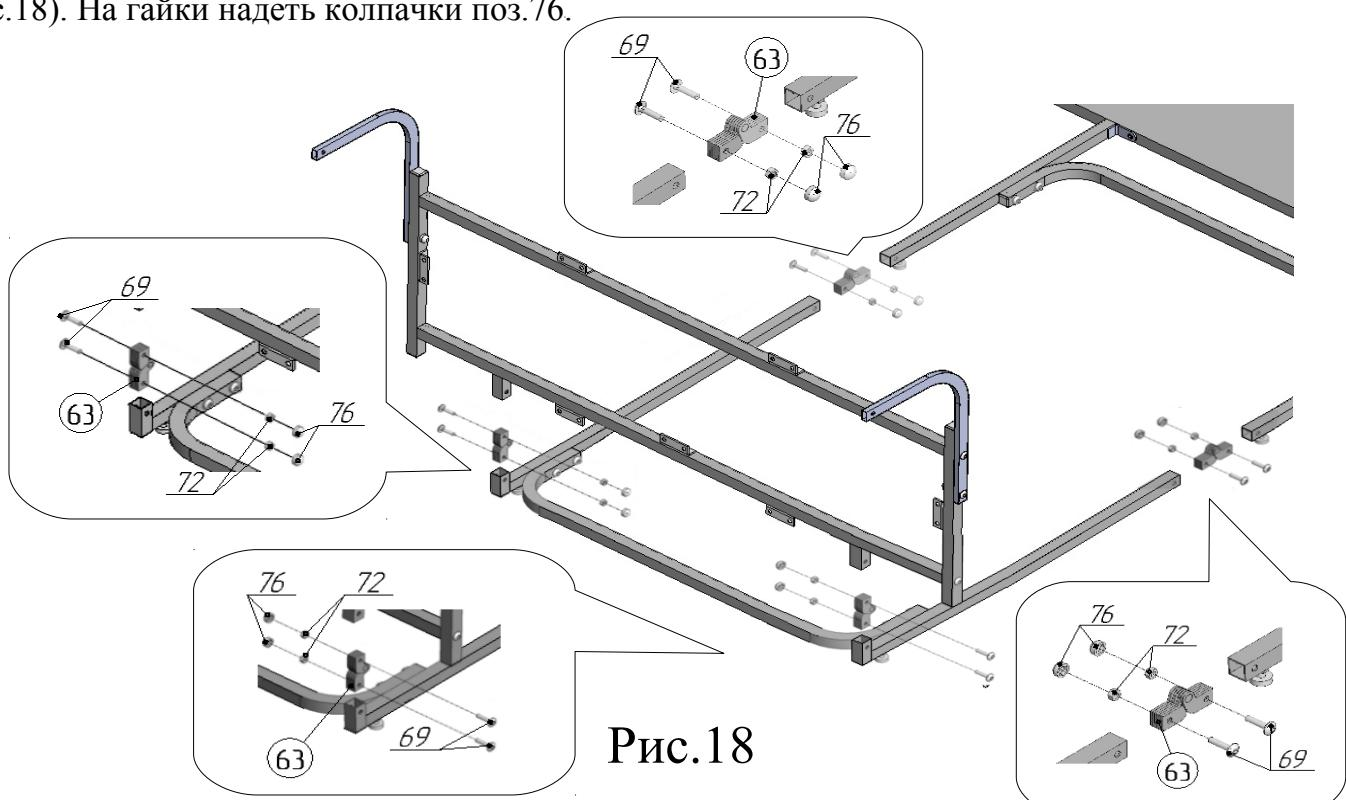

Рис.18
20. Соединить узлы, собранные в пунктах 16,17,18 друг с другом, используя шарниры с заклёткой поз.63, Винт M6x25 поз.69, гайку M6 со стопорным кольцом поз.72 (рис.18). На гайки надеть колпачки поз.76.